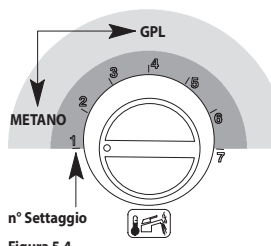

Figura 5.4
Per visualizzare il settaggio impostato tenere premuto il pulsante di ripristino 4 in Figura 3.1 per circa 5 secondi. Le spie di segnalazione 1 in Figura 3.1 lampeggeranno un numero di volte pari al settaggio (Figura 5.4).
• Per cambiare il settaggio ruotare la manopola regolazione temperatura sanitari 4 in Figura 3.1 e posizionarla per il tipo di gas prescelto Figura 5.4 (nella figura es. manopola settata per gas Metano), la lampada di segnalazione blocco 5 in Figura 3.1 lampeggia velocemente.